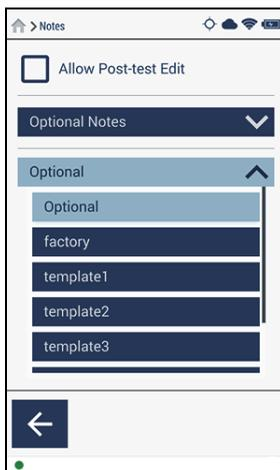

图 2-28 注释选项列表
3. 点击**Optional**（可选）栏中的向下箭头，显示一个注释选项列表（参见第46页的图 2-28）。可以在Vanta PC机软件中设置和自行定制注释模板（参阅《Vanta PC机软件用户界面指导》）。